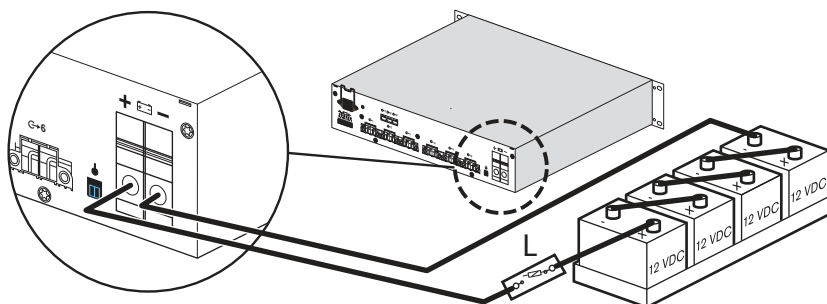

Рисунок 6.4 Подключите последовательно несколько батарей к зарядному устройству PLN-48CH12 (48 В пост. тока).
- Всегда подключайте батареи последовательно. *Рисунок 6.4* отображает пример подключения четырех аккумуляторных батарей 12 В пост. тока к зарядному устройству PRS-48CH12.
- Всегда используйте прерыватель предохранителя батареи (L) как можно ближе к батарее.